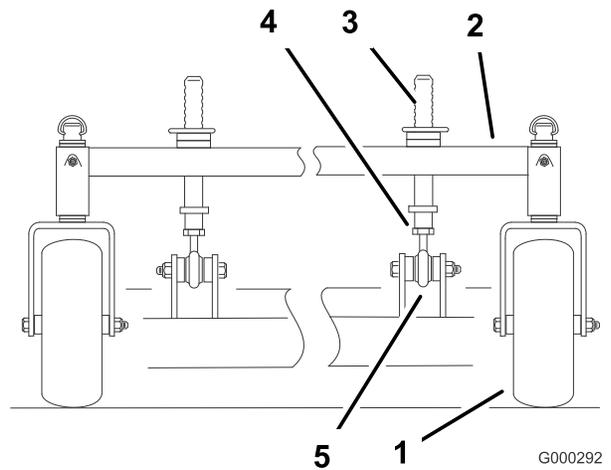

Figura 57
2. Per sollevare la parte anteriore del piatto di taglio, allentate il controdado e ruotate in senso orario il perno anteriore (Figura 57).
3. Per abbassare la parte anteriore del piatto di taglio, allentate il controdado e ruotate in senso antiorario il perno anteriore (Figura 57).
6. Serrate i controdadi (Figura 57).
1. Per modificare l'inclinazione longitudinale, possono essere regolate le postazioni di altezza di taglio anteriori (Figura 57).